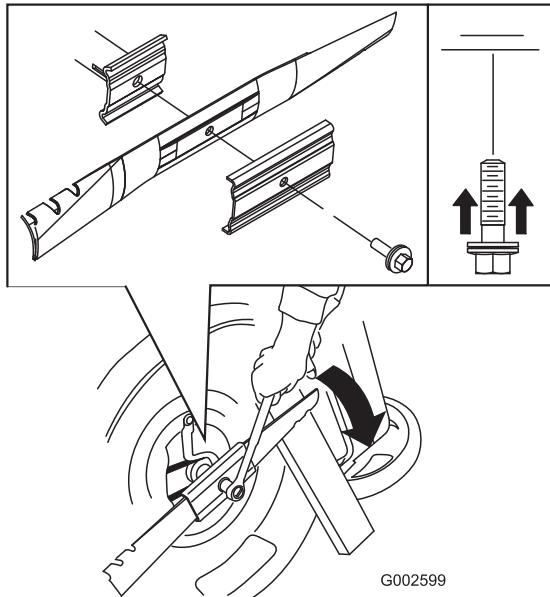

Figure 45
- Immobilisez la lame avec un morceau de bois (Figure 45).
4. Déposez la lame mais ne jetez pas les fixations (Figure 45).
5. Montez la nouvelle lame et toutes les fixations (Figure 45).